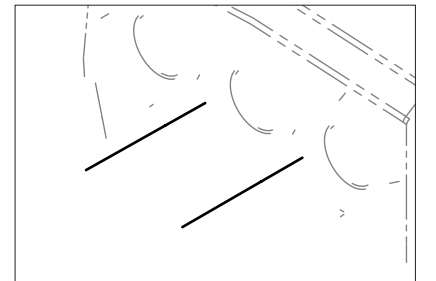

Figura 6 - Extracción del tapón de drenaje
2. Los tapones deben desprenderse de la arandela para dejar al descubierto los orificios de drenaje (véase la figura 6).